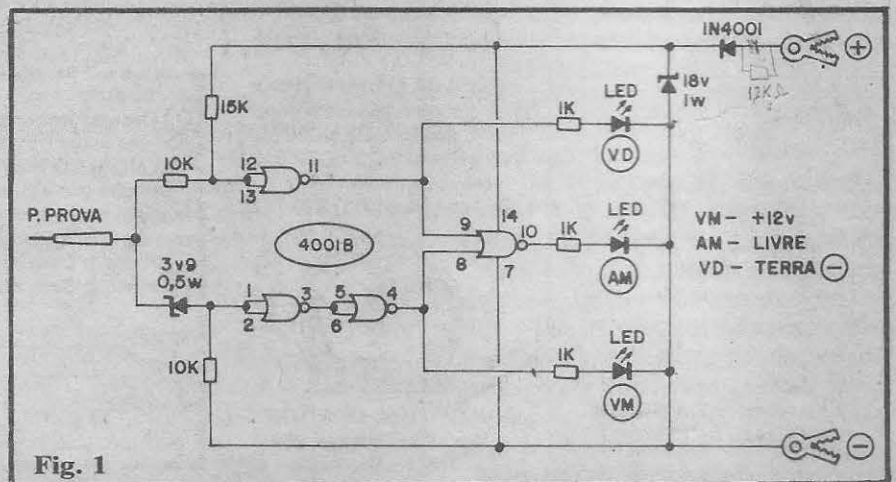

Fig. 1
- fig. 1 - Esqueminha do circuito: é um Integrado digital C.MOS 4001, os três LEDs indicadores, alguns resistores e diodos (incluindo zeners...) e mais nada! Logo na entrada do sistema, uma rede de resistores, juntamente com o diodo zener (3V9) estabelece dois "degraus" de tensão, bastante definidos, de modo que estando a Entrada (ponta de prova) sob potencial positivo (bem próximo dos 12V nominais do sistema elétrico automotivo, a entrada do gate delimitado pelos pinos 1-2-3 (pinos 1-2, juntos) "vê" um estado digital alto, com o que o pino 3 (saída do gate) fica baixo, apresentando tal condição à entrada (pinos 5-6) do gate seguinte, cuja saída (pino 4) mostrará, então, nível digital alto, energizando o LED vermelho. Já se a ponta de prova for aplicada a um potencial negativo (próximo de "zero" volt...) tal não ocorre, mas a entrada do gate delimitado pelos pinos 11-12-13 (pinos 12-13, juntos...) "vê" nível baixo, com o que a saída do dito gate (pino 11) fica alta acionando o LED verde.